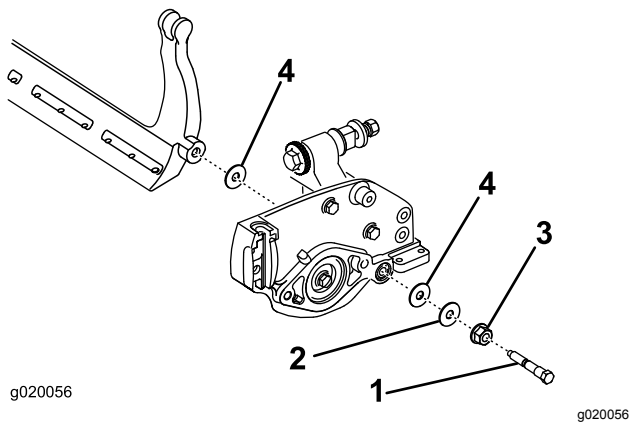

図 23
ベッドバーの両端にそれぞれナイロンワッシャ2枚とスチールワッシャが1枚ずつあるので注意する **図 23**。
3. サイドプレートのボスの両側にナイロンワッシャを入れる。その外側からスチール製ワッシャを取り付ける 図 23。